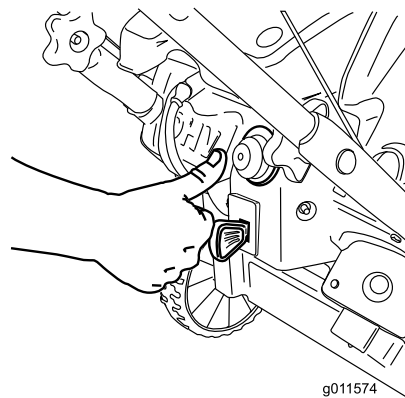

Рисунок 17
3. Резко нажмите 2 раза кнопку заливного насоса большим пальцем, каждый раз на секунду удерживая ее в нажатом состоянии перед отпусканием (Рисунок 17).